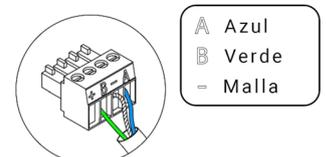

Fig. 40
Para la conexión al bus máquina de la central (2) dispone de 1 borna de 4 pines. Fije los cables con los tornillos de la borna respetando el código de colores (Fig. 40). Utilice la malla únicamente en el conector del lado de la central.